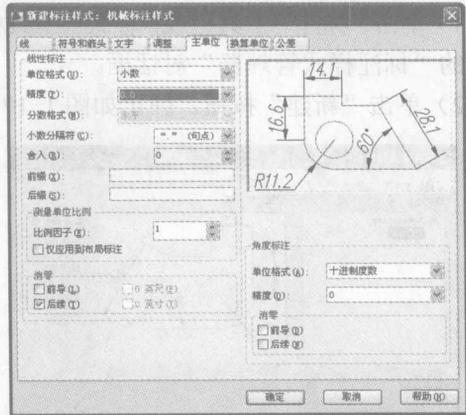

图 1-21 设置“主单位”选项卡
6) 打开“主单位”选项卡,在“线性标注”选项栏的“精度”下拉列表中选择“0.0”,即线性尺寸精确到小数点后一位。其他选项保留默认设置,如图1-21所示。